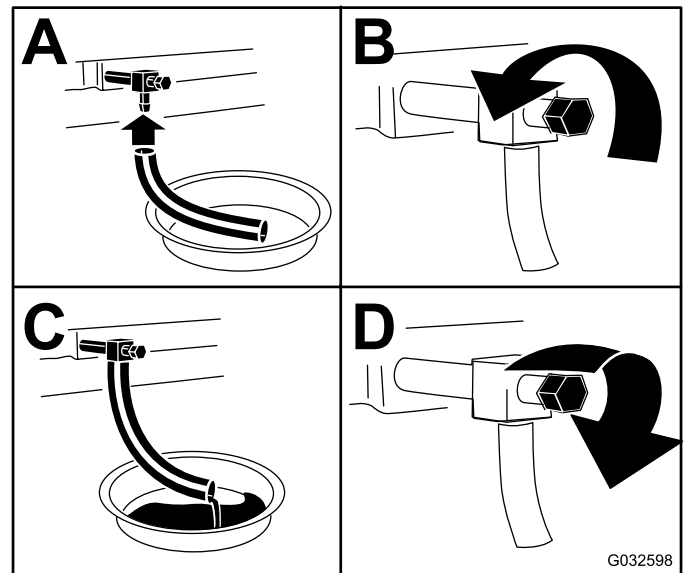

Bild 40
4. Wechseln Sie das Motoröl in den folgenden Situationen Bild 40.